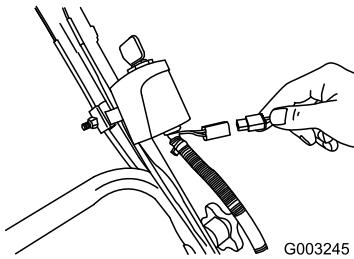

Figura 38
- Collegate il caricabatterie al cablaggio preassemblato del tosaerba, sotto la chiave di accensione (Figura 38).